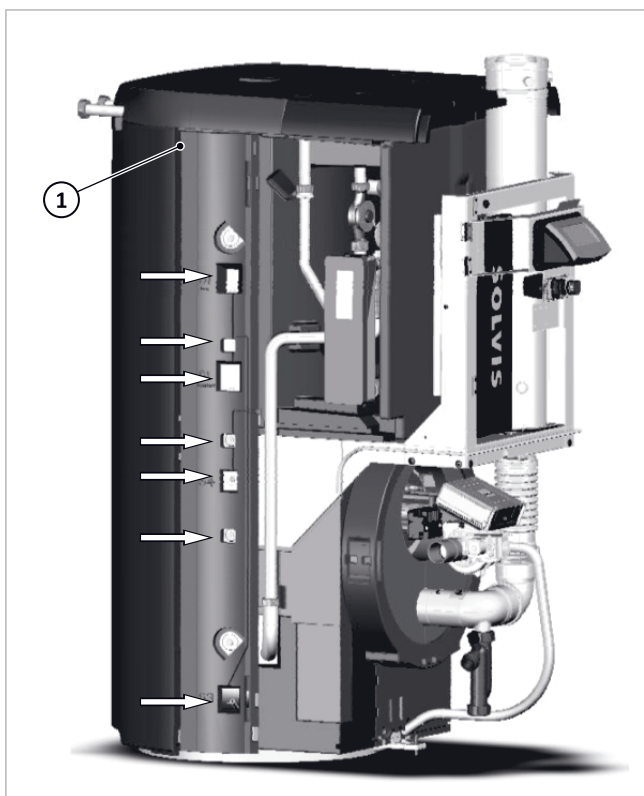

Fig. 133: Tappi in non tessuto lato sinistro
1. Prendere il sacchetto con i tappi in non tessuto per chiudere le fessure dell'isolamento posteriore del contenitore (conf. frecce in → Fig. 131, Fig. 132 e Fig. 133).